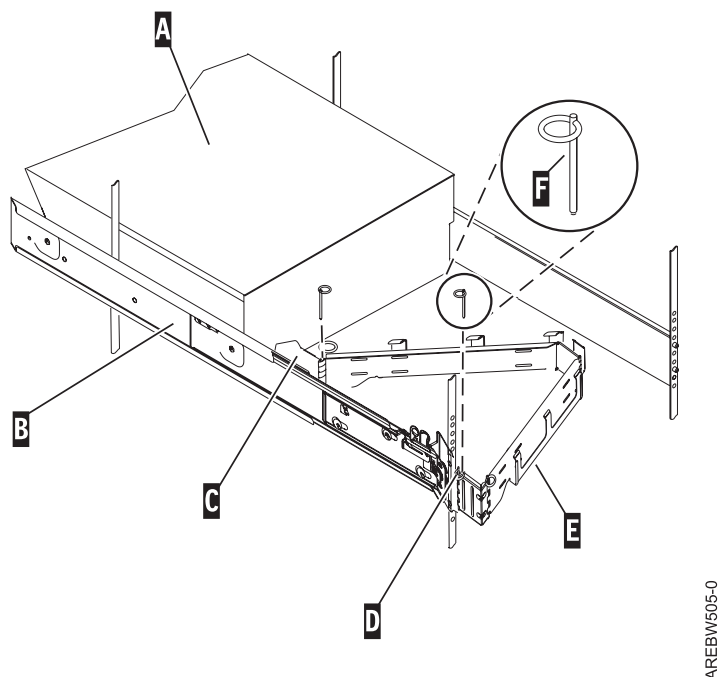

Figure 36. Fixation du bras de routage des câbles
3. Utilisez la broche **F** pour fixer le bras de routage des câbles **E** sur le cadre de l'armoire **D** comme indiqué dans figure 36.
4. Utilisez la deuxième broche **F** pour fixer l'autre extrémité du bras de routage des câbles à la bride **C** qui est fixée sur la partie coulissante du guide du système de gauche **B** comme indiqué dans figure 36.